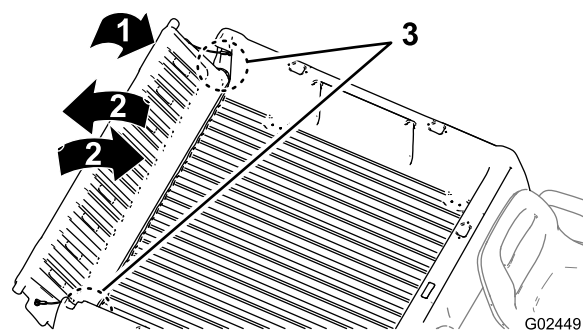

Figura 15
2. Ruotate la sponda posteriore in posizione di circa 45° (Figura 15).
3. Agitate con un movimento rapido per ruotare la sponda posteriore avanti e indietro più volte (Figura 15).